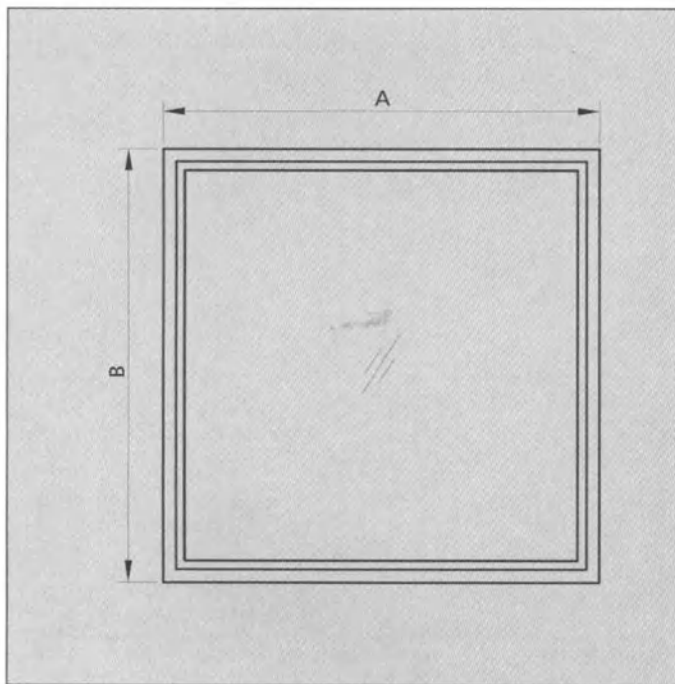

Рис. 3 Окно упрощённое WW
3. 3. Окно упрощённое WW (рис. 3)
Размеры окна WW (табл. 3, рис. 3)